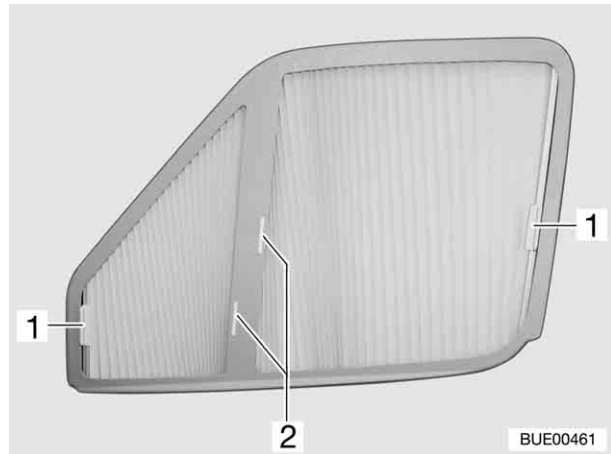

Fig. 55 Dispositif occultant plissé pour les fenêtres côté conducteur/passager
- Pousser la poignée (Fig. 55,1) sur la pièce de fixation (Fig. 55,2). Le dispositif occultant plissé est bloqué.